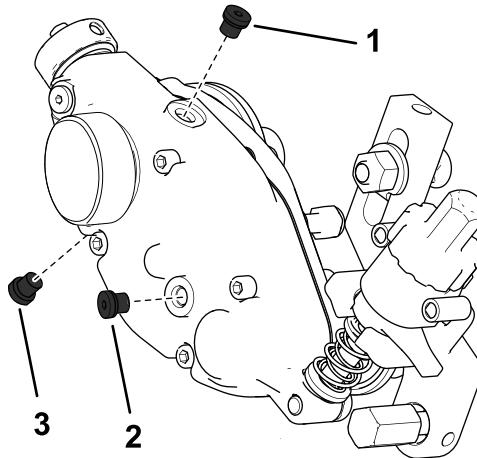

図 33
2. ハウジングの下にあるドレンプラグを抜く図 33。
3. ハウジングの側面にあるオイル補給プラグと上部にある通気プラグを抜いてオイルを抜けやすくする図 33。